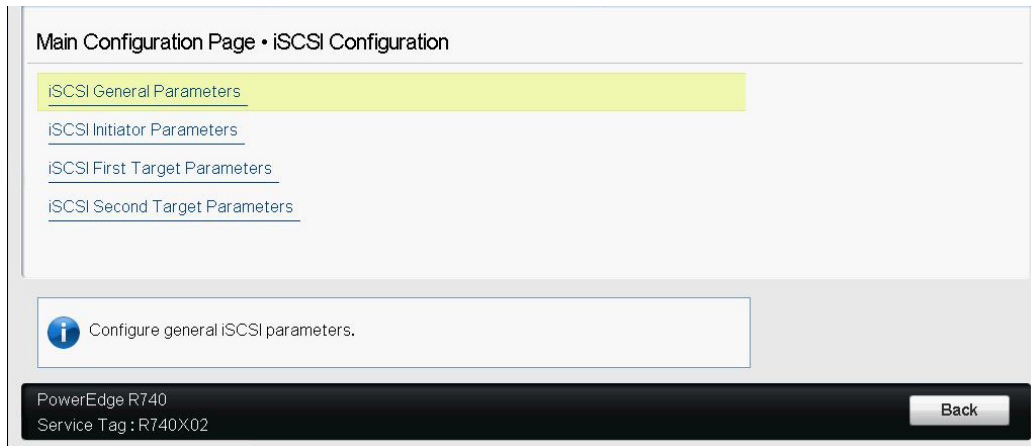

Ilustración 6-6. System Setup: Selecting General Parameters (Configuración del sistema: Selección de parámetros generales)
2. En la página **iSCSI Configuration** (Configuración iSCSI), seleccione **iSCSI General Parameters** (Parámetros generales iSCSI) (Ilustración 6-6) y, a continuación, pulse INTRO.